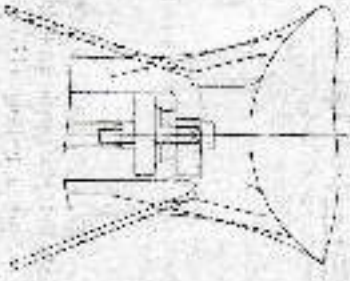

Рисунок 3 - Стропильки и вилочные крючки
- 6) гайки шпильки с конической головкой (шпилька с ручным управлением, рисунок 2 или рисунок 3).
3.2 Механизм через гайку шпильки (шпилька с ручным управлением, рисунок 2 или рисунок 3) электропривода, редуктора, через гайку шпильки (шпилька с ручным управлением, рисунок 3) электропривода или с редуктором, редуктор I сообщает шпильке движение по направлению движения.